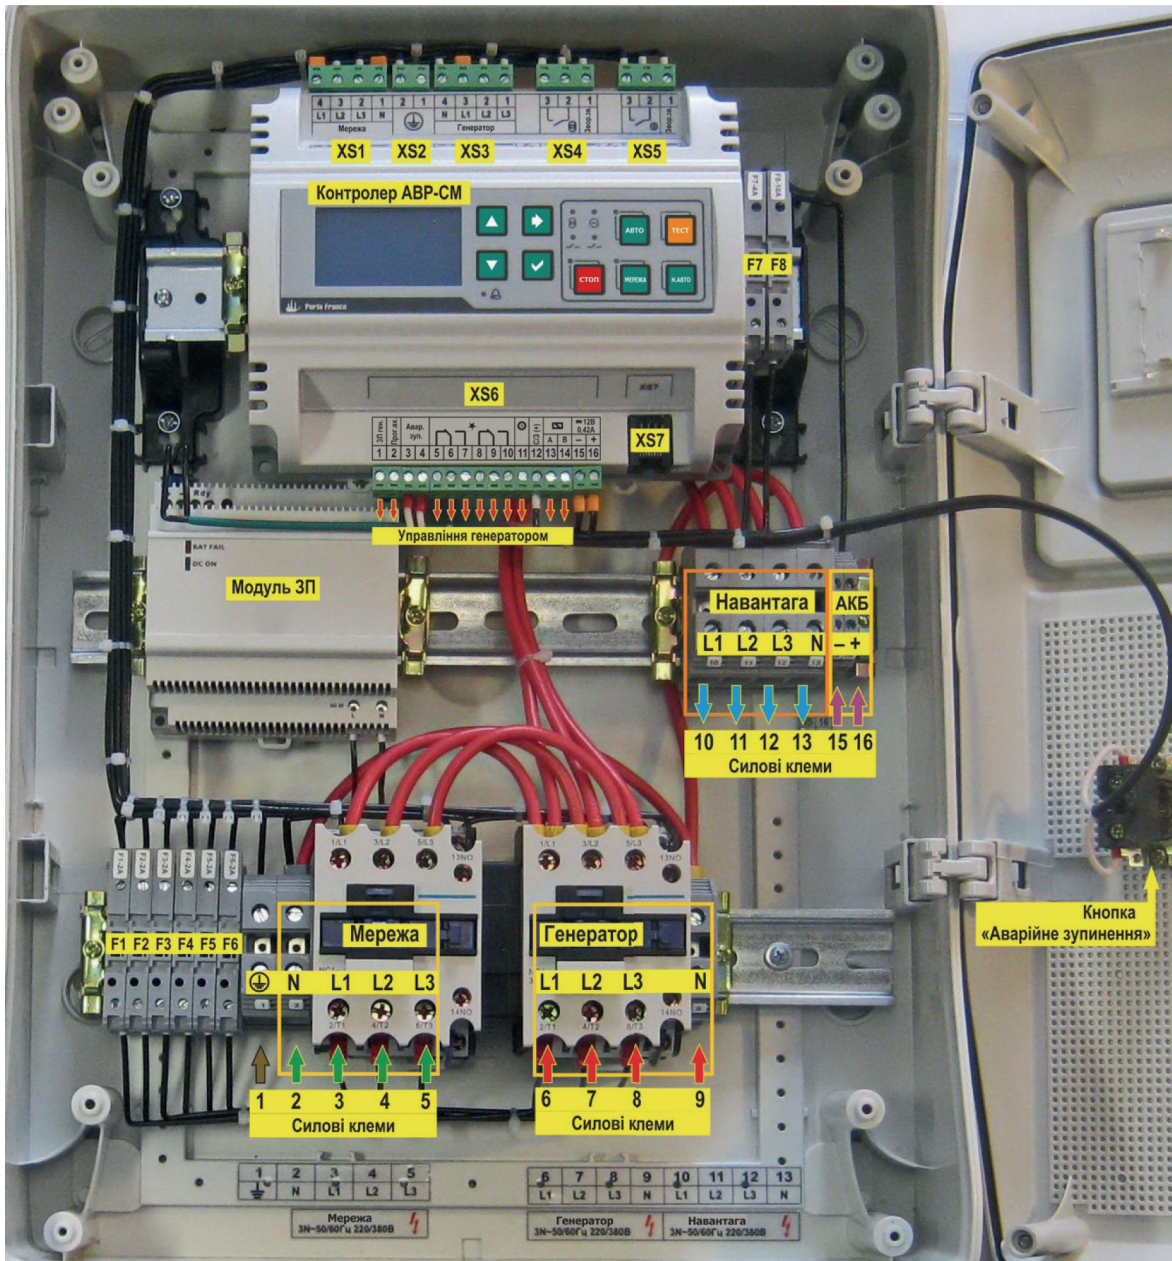
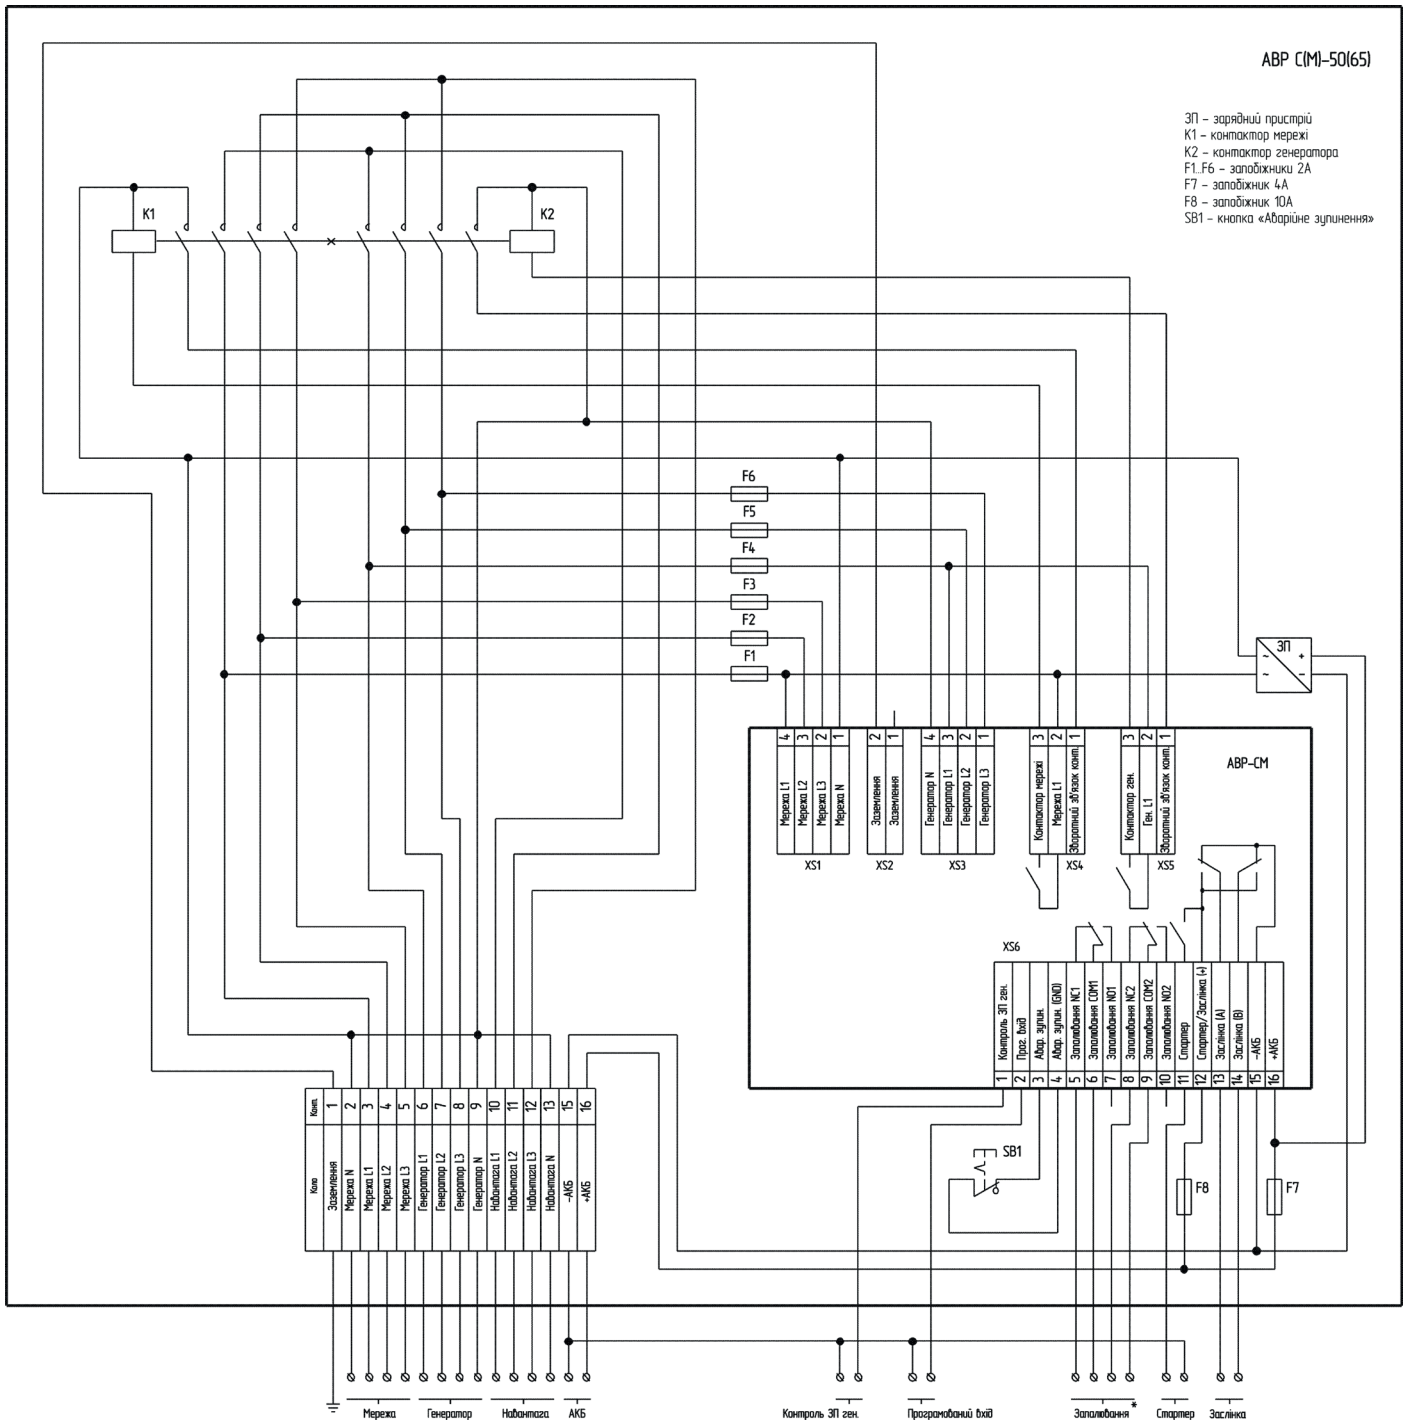

Рис. 6.1 – Внутрішня конструкція і зовнішнє підключення АВР С-50*
Рис. 6.5 – Приклад схеми підключення контролера АВР C(M)-50(65) для конфігурації АВР33
6.2.1 Внутрішню конструкцію контролера показано на рис. 6.1 – 6.4. Список запобіжників зазначено в таблиці 6.1. Призначення контактів силових клем представлено в таблиці 6.2. Призначення контактів клем управління генератором представлено в таблиці 6.3. Рекомендовані схеми підключення для різних конфігурацій контролера наведено на рис. 6.5 – 6.7.